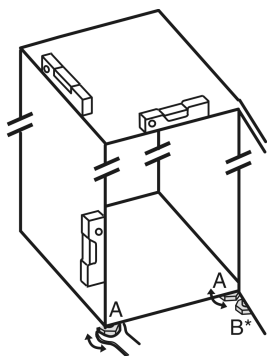

Fig. 5
- Skru de justerbare fødder Fig. 5 (A) ud ved hjælp af den medfølgende gaffelnøgle og et vaterpas, indtil hvidevaren står fast og i vater.
- Skru den justerbare fod Fig. 5 (B) på lejebukken af med den medfølgende gaffelnøgle, indtil den hviler på gulvet.
- Drej den justerbare fod Fig. 5 (B) 90° videre.